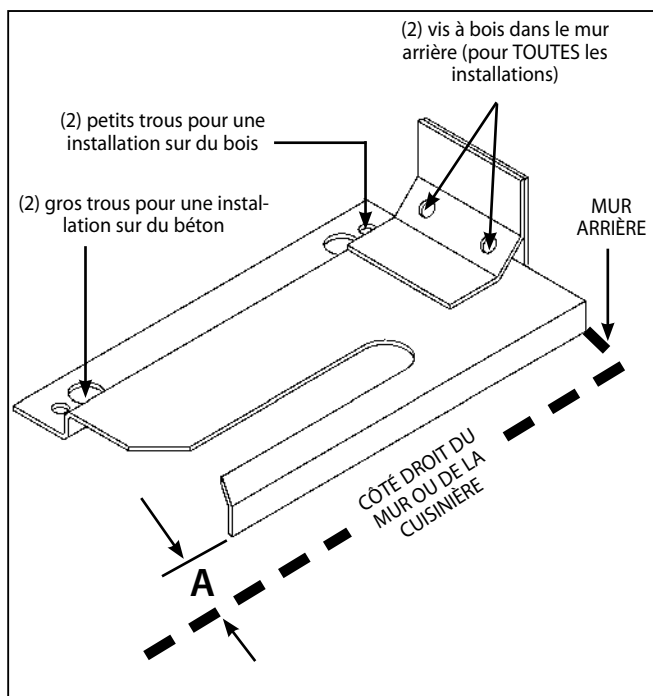

Fig. 8
Placez le support contre le mur arrière, au coin arrière droit où doit être placée la cuisinière. Laissez un espace entre le mur (ou paroi latérale de la cuisinière) et le support (voir Fig. 8). Percez (2) trous de guidage de 3 mm (1/8 po) de diamètre au centre des petits trous. Servez-vous d'un clou ou d'un poinçon si vous ne disposez pas d'une perceuse. Fixez solidement le support au plancher et au mur.